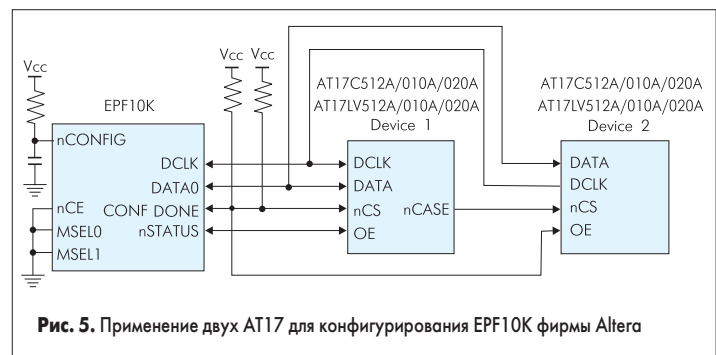
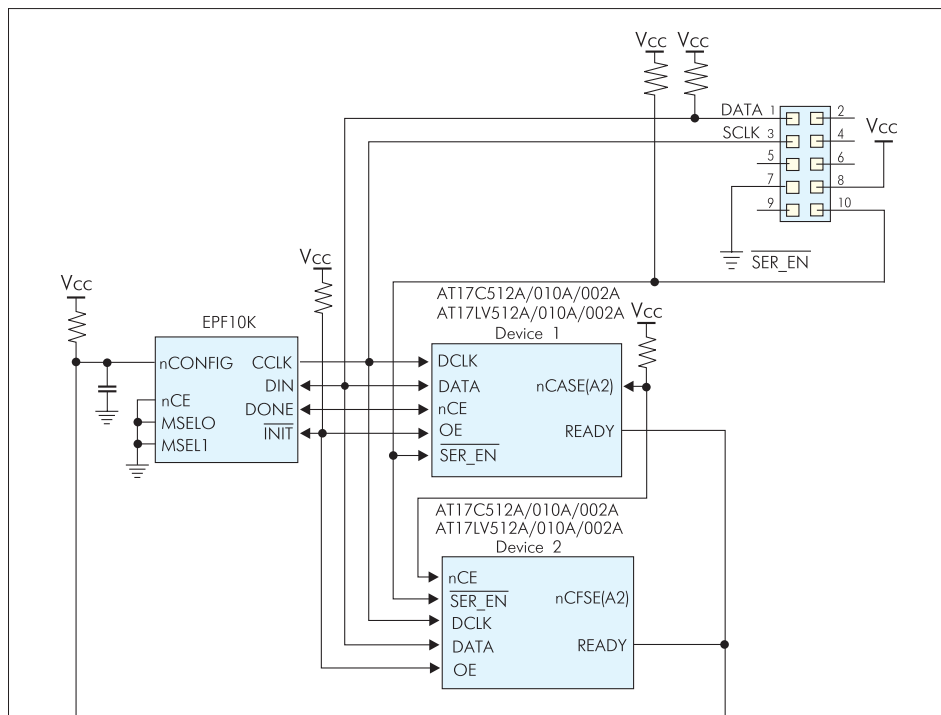

Рис. 5. Применение двух AT17 для конфигурирования EPF10K фирмы Altera
Рис. 11. Пример каскадного соединения AT17A с FPGA Altera в приборах с ISP
Чтобы обеспечить необходимый объем памяти, для FPGA высокой плотности конфигураторы AT17(A) могут быть расположены каскадом (см. рис. 5 и рис. 11). Резистор на ножке A2 конфигурационного устройства обеспечивает заданное адресование потока данных в процессе программирования. Для того чтобы выделить отдельный конфигурационный интерфейс на общей последовательной шине, бит A2 от программатора должен соответствовать уровню на ножке A2 предназначенного приемника. Для пользователей утилиты CF (Atmel) бит A2 может изменяться, используя переключатель /J < L | H >. SER\_EN служит как управляющий сигнал для выбора входа мультиплексора и определяет режим работы СППЗУ. Для конфигураторов AT17A с низкой плотностью управление ножками nCS и OE необходимо для программирования информации пользователя и установки полярности сигнала сброса.
В простых каскадных схемах включения конфигулятора, состоящих из двух EEPROM (рис. 11), вход A2 может использоваться как адресная линия, позволяющая устанавливать логический 0 для одного СППЗУ и логическую 1 — для другого. Программирующая утилита может изменять бит A2, вставляя в поток данных сообщения для того, чтобы адресовать любое из этих двух СППЗУ. Устройства, применяющие больше чем два СППЗУ, должны использовать ножку A2 как выбор кристалла. В дополнение к внешней схеме декодера, который должен выборочно управлять низким для каждого A2 входа требуются нагрузочные резисторы на каждом A2.